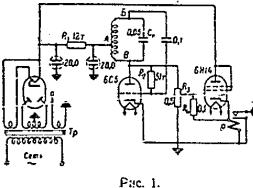
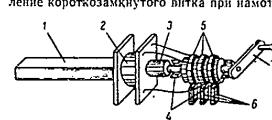

Рис. 1.
Рис. 2.
Описанное ниже приспособление к намоточному станку позволяет выявлять короткозамкнутые витки немедленно в процессе намотки провода. Под основание намоточного станка монтируется электрическая схема (рис. 1), а ведущая ось передвигается в соответствии с рис. 2. О появлении короткозамкнутого витка сигнализирует специальная лампочка.
Все детали собраны на конструированной катушке L_1 и сигнальной лампочке L_1 . Расположены и монтируются под основанием станка. Контуарная катушка (2) охватывает и наглухо крепится на ведущей оси станка (1) (рис. 2). Для обмотки катушки, состоящей из двух секций АВ и АБ используется провод ПЭЛ (ПЗВ) 0,25 мм. Секция АВ имеет при мерно 500 витков, секция АВ — 1000 витков.